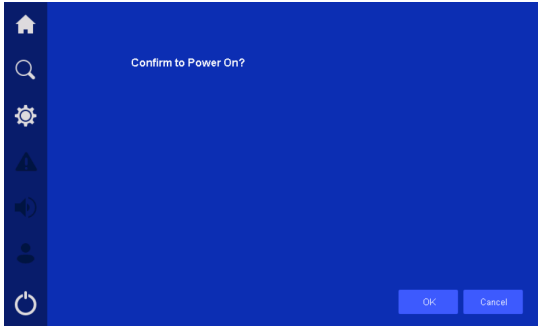
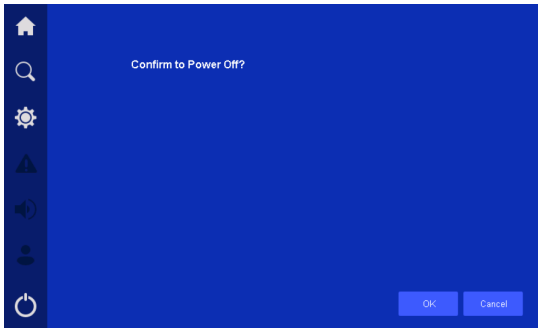

Figura 4-42 Pantalla de confirmación de encendido
Figura 4-43 Pantalla de confirmación de apagado
-  En la pantalla principal, haga clic en este ícono para encender o apagar el UPS. Al hacer clic en el ícono cuando el UPS esté apagado, aparecerá la pantalla para confirmar el encendido, y cuando el UPS esté encendido, aparecerá la pantalla para confirmar el apagado, como se muestra en la figura 4-42 y la figura 4-43.